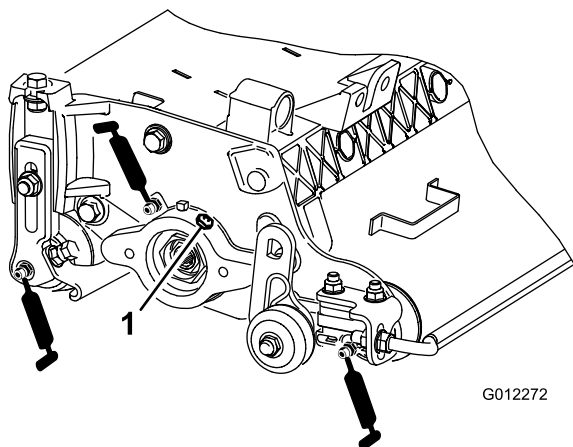

Figura 8
Ogni verticutter ha 7 raccordi di ingrassaggio (Figura 8) che vanno lubrificati ogni settimana con grasso a base di litio per usi generici n. 2.
2. Applicate il grasso fino a quando non vedete uscire grasso pulito dalle guarnizioni dei rulli e dalla valvola di sfogo dei cuscinetti (Figura 8).